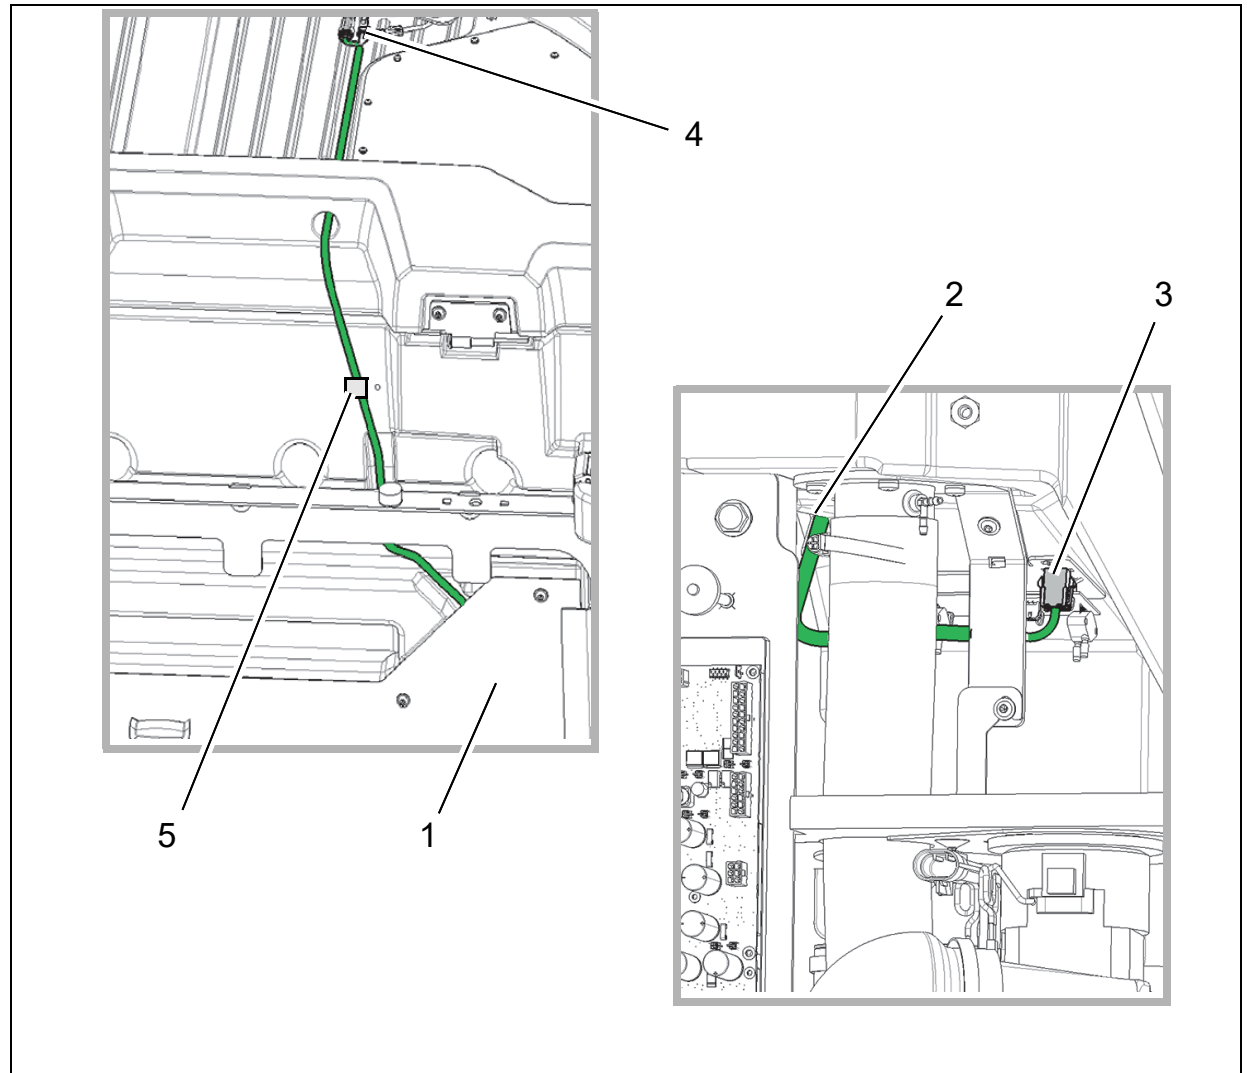

Abb. 2
2. Kabelbaum W74 laut Abb. (grün dargestellt) unter dem Abdeckblech (Abb. 2/1) bis in den Turbinenraum führen (Abb. 2/2).
3. 6-poligen Stecker X66 von W74 im Turbinenraum auf dem Steckblech befestigen und mit Kabelbaum W3 verbinden (Abb. 2/3).
4. Wellenschlauch mit Kabelbaum W74 bis zum Ende des Deckels ziehen (Abb. 2/4) und mit Wellenschlauchhalter (Abb. 2/5) befestigen.